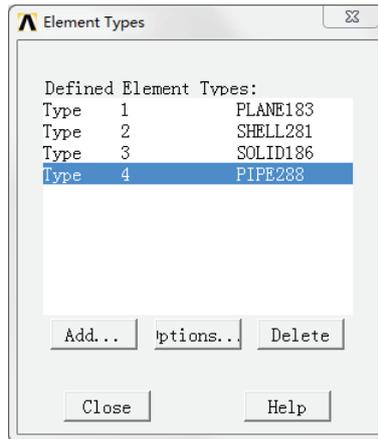
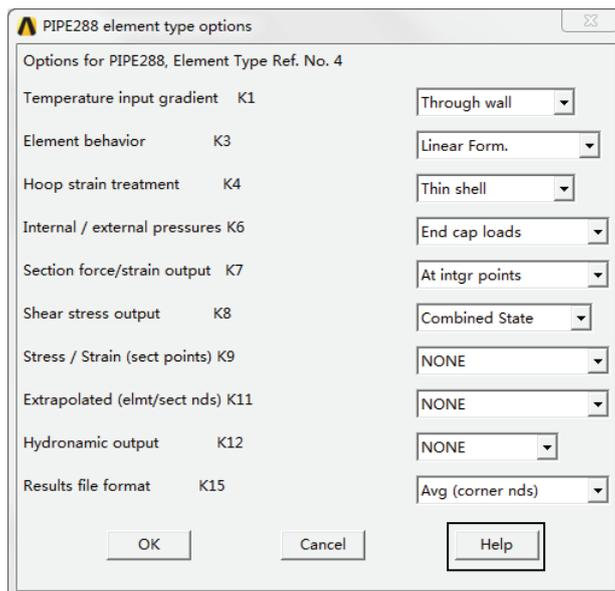

图 5-3 定义完毕单元类型后的单元库对话框
图 5-4 单元选项对话框
选择单元完毕后，在单元类型对话框中将会显示所定义的单元类型及其编号列表，如图 5-3 所示。
**Options...** (**Options**) 按钮用来设置单元类型，该按钮在没有定义单元类型之前是无法操作的，呈浅色显示。在定义一种或多种单元类型后，该按钮才可以激活并进行设置，如图 5-3 所示，该功能主要用于控制单元的工作行为（如轴对称、平面应变、平面应力、接触行为方式、弹簧的刚度方向等）、自由度数、单元形函数、结果输出控制等一系列单元属性。
单击图 5-3 中编号为“4”的单元列表中的选项，弹出如图 5-4 所示为单元选项对话框。对话框中显示单元类型编号列表“Options for PIPE288, Element Type Ref. No.4”，单元编号为“4”，类型为“PIPE288”。
**提醒**: 用户可以单击该对话框中 **Help** 按钮（见图 5-4 中的方框），阅读单元帮助中的 KEYOPT(1)、KEYOPT(2)、KEYOPT(3)等说明，分别对应相应的 K1、K2、K3，对每个选项进行设置，然后单击 **OK** 按钮完成设置。其中，K1、K2、K3 等的编号不一定连续。
**Delete** 按钮用来删除选中的单元类型，该按钮在没有定义单元类型之前是无法操作的，呈浅色显示。如果要删除某种单元类型，只需选中如图 5-3 中单元列表中的选项，单
如图 5-3 所示, **Close** 关闭按钮用来关闭定义单元类型对话框。单击该按钮表示完成对单元类型的定义、选项设置和删除等操作。
如图 5-3 所示, **Help** 按钮用来阅读定义单元类型对话框的相关帮助。